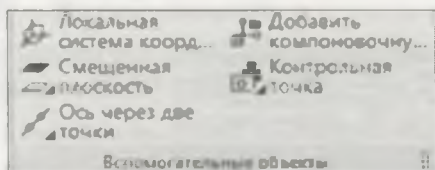

Рис. 25.9. Панель инструментов
- ♦ Панель инструментов **Вспомогательные объекты** (рис. 25.9) — содержит команды вспомогательной геометрии;